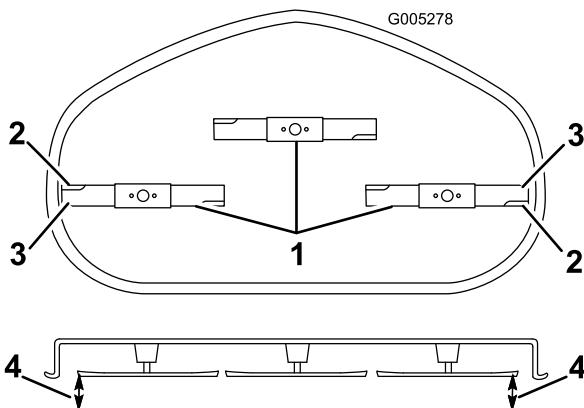

Figura 43
- Gire cuidadosamente la(s) cuchilla(s) colocándola(s) perpendicularmente al sentido de avance de la máquina (Figura 43). Si hay una diferencia de más de 5 mm entre ambas dimensiones, se requiere un ajuste; siga con este procedimiento.
- Mida entre los bordes de corte exteriores y la superficie plana (Figura 43). Si hay una diferencia de más de 5 mm entre ambas dimensiones, se requiere un ajuste; siga con este procedimiento.